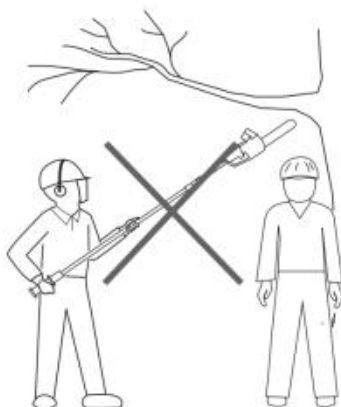

Fig. 52
5. Trzymaj inne osoby z dala od odcinanego końca produktu i w bezpiecznej odległości od miejsca pracy. Zachowaj minimalną odległość 10 m od osób postronnych (rys. 52).